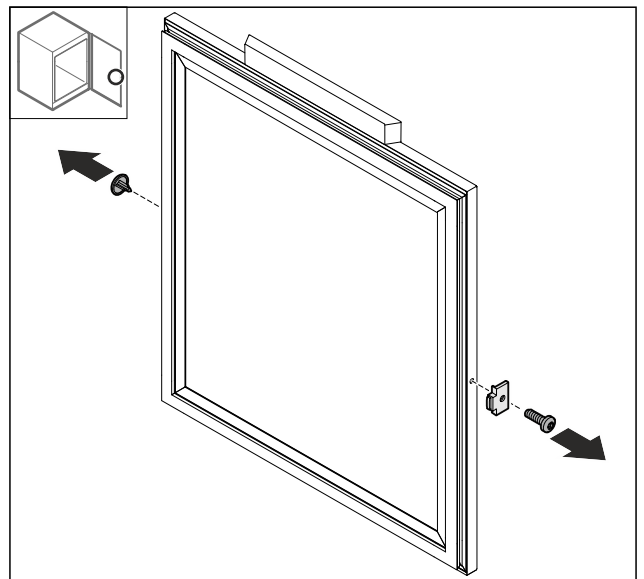

Fig. 69
- ▶ Afdekking Fig. 69 (1) verwijderen.
- ▶ Deurstopper Fig. 69 (2) demonteren.